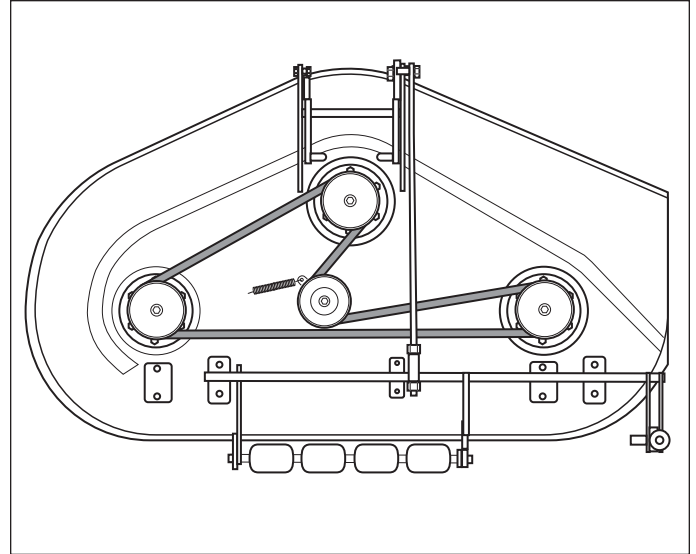

Figure 36. Acheminement de la courroie de tondeuse - Tous les modèles
6. Installer la nouvelle courroie comme illustré à la figure 36. Veiller à ce que le côté trapézoïdal de la courroie s'engage dans les gorges de la poulie d'arbre (A) et que son côté plat se trouve contre le galet tendeur (B).